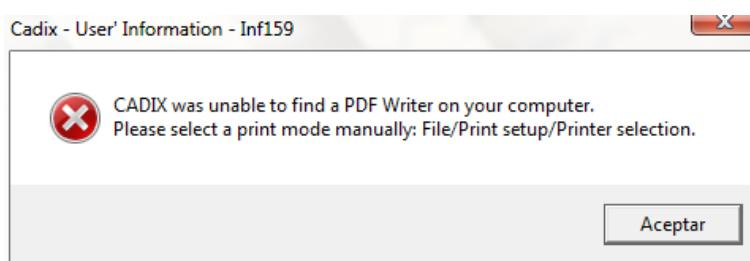

Figura 5.82: No se encuentra escritor pdf
**Imprimir archivo pdf:** para imprimir un archivo en pdf es necesario tener un escritor pdf, sino, no será posible y aparecerá la ventana de la figura 5.82, en la cual se informa que el programa es incapaz de encontrar un escritor pdf en su ordenador y que se seleccione uno de forma manual en: File/Print setup/Printer selection.